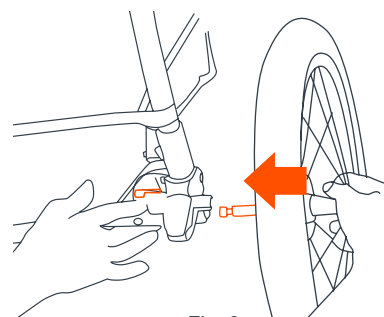

Fig. 6
- 6) • Incline el carrito hacia delante de modo que se apoye en la rueda delantera. Para colocar las ruedas traseras, empuje el eje de cada rueda dentro del accesorio plástico de la esquina (Fig. 6). Baje la palanca metálica que está dentro del accesorio de la esquina mientras empuja el eje hacia el interior del mismo. Cuando no pueda empujar más la rueda, suelte la palanca.